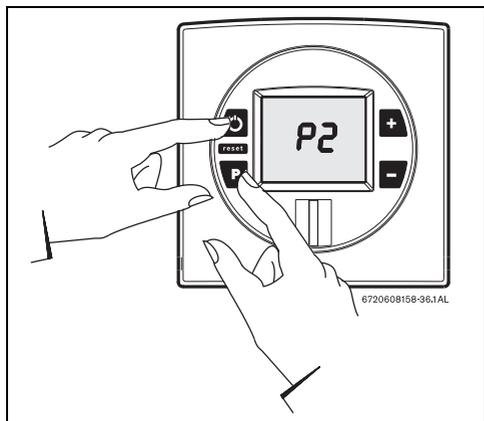

Fig. 40
- ▶ Mantener pulsada la tecla de programación y pulsar el interruptor principal ON/OFF para conectar el aparato (consultar la Fig. 40).